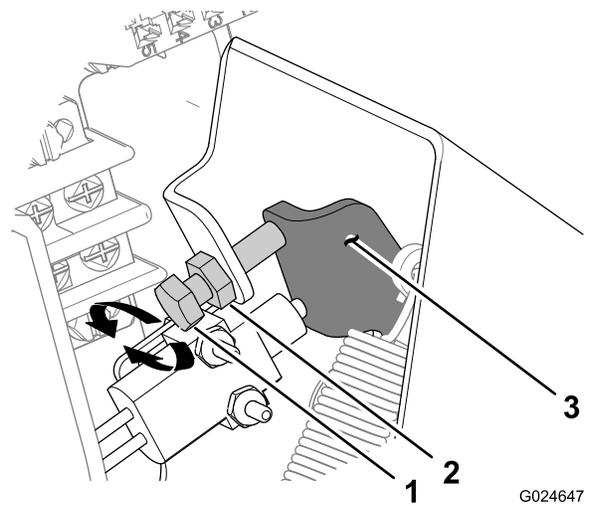

図 89
C. ジャムナットを締める 図 89。
D. ステップ 1 から 4 をもう一度行ってペダルの遊び距離を測定する 図 89。
A. アクセルペダルストップを固定しているジャムナットをゆるめる 図 89。
- 遊び距離を大きくしたい場合は、右回し 図 89。
- 遊び距離を小さくしたい場合は、左回し 図 89。